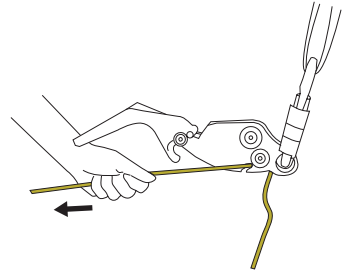

Fig. 5
6. Retire qualquer folga na linha, puxando a extremidade livre da linha como mostrado na fig. 5.
Depois de a linha entre a âncora e a pessoa a ser resgatada estar apertada o máximo possível fig. 5, ajuste o equipamento de proteção contra quedas carregado de forma que a pessoa seja abaixada até que o seu peso esteja totalmente sobre o **SMARTLINE X**. Então o outro equipamento de proteção contra quedas pode ser removido e a descida iniciada.